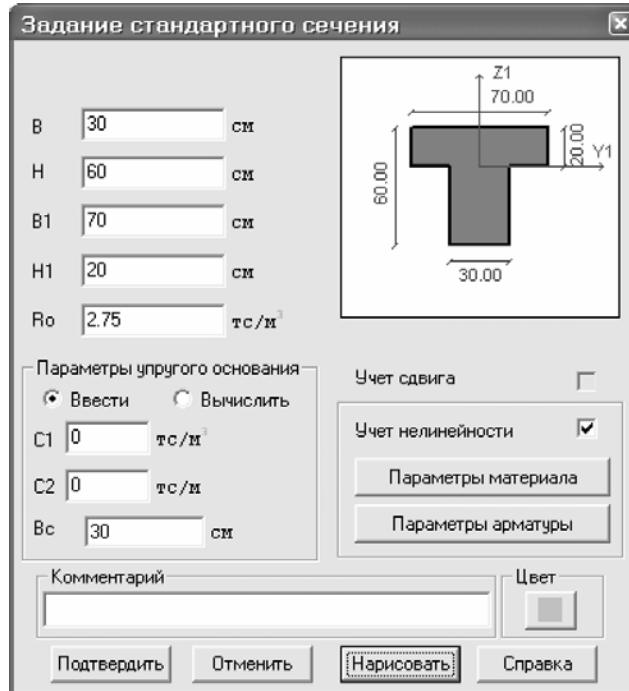
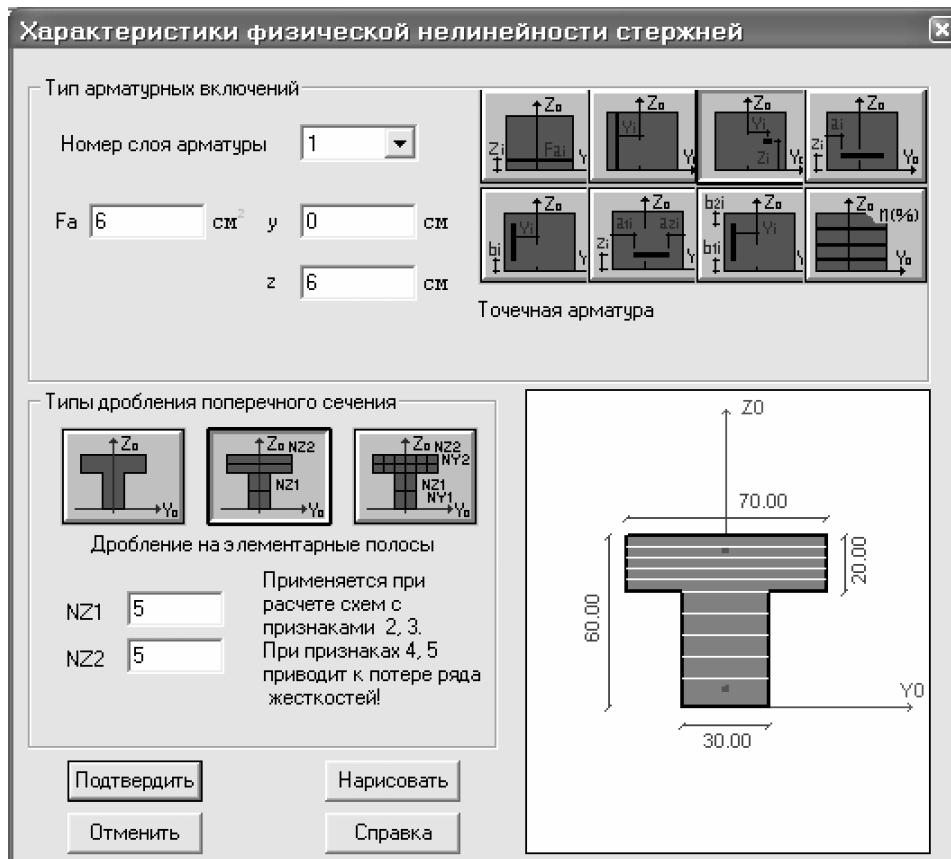

Рис.7.12. Диалоговое окно Задание стандартного сечения
Рис.7.15. Диалоговое окно Характеристики физической нелинейности стержней
- В диалоговом окне Задание стандартного сечения (рис.7.12) задайте параметры сечения Тавр_T:
- Для задания расположения и площади арматуры, в диалоговом окне **Задание стандартного сечения** (рис.7.12) щелкните по кнопке **Параметры арматуры**. Вызывается диалоговое окно **Характеристики физической нелинейности стержней** (рис.7.15).